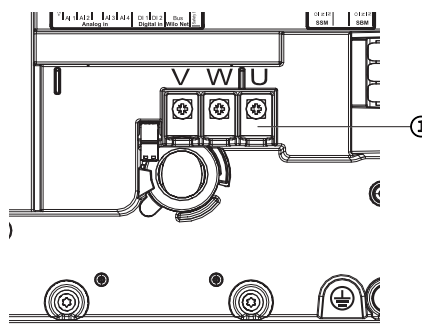

Fig. 114: Bornele de conectare a motorului V, W, U
5. Deconectați cablul de conectare a motorului (Fig. 114).